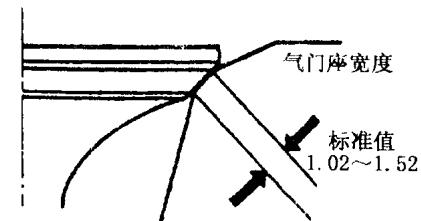

图 2-11 气门与气门座的接触面
①检查气门室罩有无裂纹或变形。
②清洗气缸盖端面及燃烧室积炭。将气缸盖放在平台上用直尺及塞尺检查端面的平面度，在 153mm 的范围内不得超过 0.05mm。检查燃烧室、气门孔处有无裂缝。
③检查气门导管孔内径，其标准值为 7.95~7.97mm，使用极限为 8.046mm。若超过极限，应对导管进行铰孔加工，选择较大直径的气门杆（加大的气门杆直径有 +0.076mm 和 +0.381mm 两种，并有相应加大的导管油封）。
④用千分表测量气门座的圆度，其极限值为 0.03175mm，超过极限时应对气门座进行铰制加工。铰制时应使用三种不同角度的铰刀，先用 45° 铰刀铰制，铰除接触面的凹陷与烧痕再用 72° 铰刀铰制控制接触面的大端直径尺寸，用 30° 铰刀铰制控制接触面的小端直径尺寸，使与气门的接触面位置在气门斜面的中间偏小端处。最后要用配套的气门与气门座进行研磨，用橡胶捻子吸住气门作上下运动和正反向转动，每次转动的角度要改变，以改变捻子落下时所在的不同位置，保证研磨均匀。研磨砂清洗干净后再用机油研磨气门与气门座的接触面宽度应为 1.02~1.52mm，如图 2-11 所示。
⑤检查气缸垫是否损坏并视情更换。
①清洗气缸体加工表面，检查有无裂缝、凹陷、变形等。
②清洗油底壳及油封，检查其是否变形或损坏，并视情更换油封。
③使用缸径测量仪或内径千分尺测量所有的缸径。在缸筒的顶部附近与缸体正交处和缸筒底部分别测量缸径，反复测量几次，然后计算出圆柱度的值 [圆柱度 = (大直径 - 小直径) ÷ 2]，其极限值不得超过 0.0125mm。尔后将测量仪转 120°，再转 120°，进行 3 次测量，